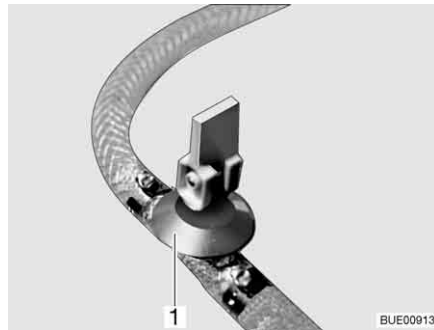

Bild 178 Avtappningskran
- Stäng avtappningskranen/avtappningskranarna. Ställ vipparmen (Bild 178,1) i vågrätt läge.
- Öppna avtappningskranen/avtappningskranarna (Bild 178). Ställ vipparmen (Bild 178,1) i lodrätt läge. Varmvattenberedaren töms utåt.